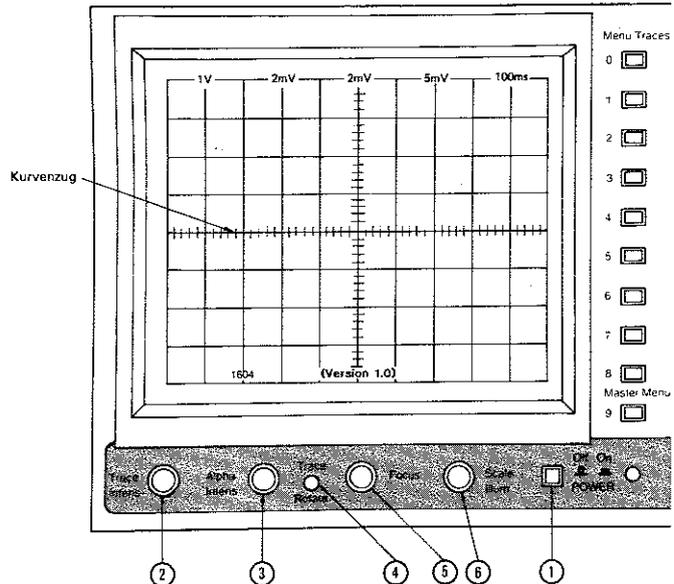

Abb. 1.1.1 Einschaltanzeige beim Modell 1604
Drücken Sie nach dem Anschließen des Oszilloskops ans Wechselstromnetz die Taste **POWER** ① unter der unteren rechten Ecke des Bildschirms. Darauf leuchtet eine Anzeigeleuchte neben dieser Taste auf. Nach kurzer Zeit erscheint auf dem Bildschirm der Oszilloskoperröhre eine Darstellung ähnlich der in Abb. 1.1.1 gezeigten.
Ein Beispiel hierfür zeigt Abb. 1.1.1.